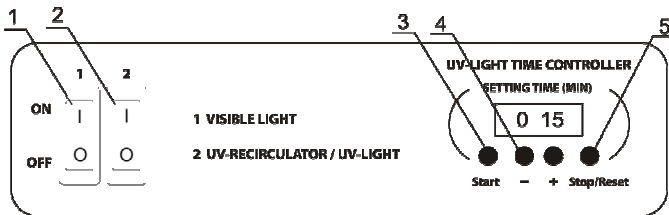

Abb. 1 Steuerung
- 4.2.1. Schalten Sie Schalter 2 auf **ON** (Abb. 1/2). Damit schaltet sich automatisch der UV-Rezirkulator mit der verborgenen UV-Lampe ein und wird die Zeitschaltuhr der offenen UV-Lampe aktiviert. Der UV-Rezirkulator läuft ununterbrochen, solange Schalter 2 auf ON (EIN) steht.
- 4.2.2. Benutzen Sie die Timertasten + und - (Abb. 1/4), um die direkte UV-Lichtexposition des Arbeitsplatzes (UV-LIGHT TIME CONTROLLER/UV-LICHTZEITSTEUERUNG) einzustellen.
- 4.2.3. Durch Drücken der **Start**-Taste (Abb. 1/3) wird die UV-Lampe automatisch eingeschaltet, und der Timer beginnt die Expositionszeit herunter zu zählen. Die Timeranzeige zeigt die tatsächliche Zeit an: bis 1 Stunde in Minuten und Sekunden (mm:ss), nach 1 Stunde in Stunden und Minuten (hh:mm).
- 4.2.4. Die offene UV-Lampe kann durch Drücken der Taste **Stop/Reset** (Stopp/Zurücksetzen) ausgeschaltet werden (Abb. 1/5). Die eingestellte Expositionszeit wird im Speicher festgehalten. Nach vollständigem Ausschalten des Geräts wird die eingestellte Zeit aus dem Speicher gelöscht.
- 4.3.1. Das Einschalten des **ON**-(EIN-)Schalters 1 (Abb. 1/1) zum Beleuchten des Arbeitsplatzes schaltet die Leuchtstofflampe (sichtbares Licht) ein.